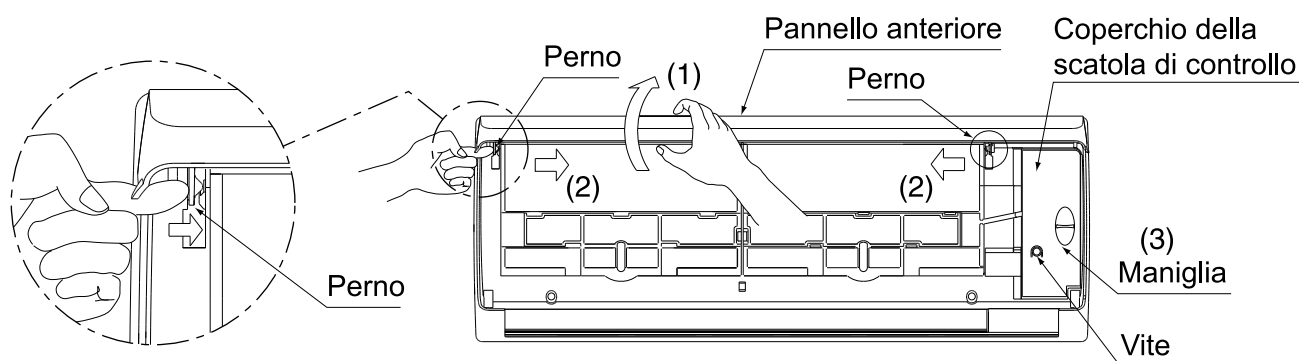

Fig. 6
(1) Rimuovere il pannello anteriore e il coperchio della scatola di controllo. (Fare riferimento alla Fig. 6)